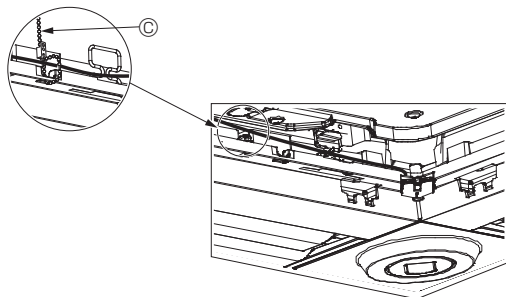

Fig. 10-12
- Säkra i-See-sensorns och signalmottagarens ledningar till panelen med fästena som visas på bilden så att ledningarna inte hänger löst och klipp sedan bort den överflödiga änden av fästena. (Fig. 10-12)
- Ändra funktionsinställningarna om i-See-sensorn flyttades från "o", position (E), till "□", position (F). (Se sidan 194)